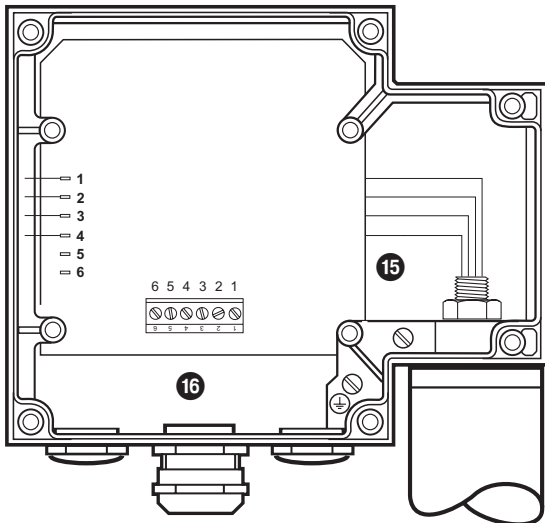

Fig. 14
2. Kabelschuhe von den Steckfahnen abziehen. **Fig. 14**
3. Mutter **15** mit 19er Maulschlüssel lösen. Nicht abschrauben! **Fig. 14**